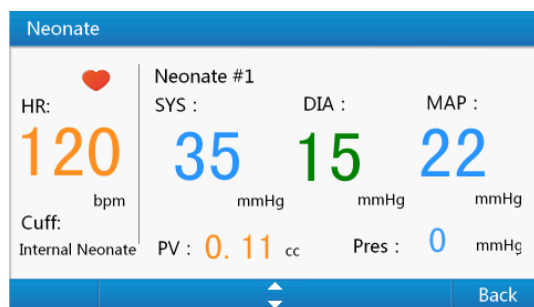

Figura 20 Interfaccia di simulazione della BP del neonato
- 1) Selezionare **“Neonate”** (Neonato) all'interno di **“BP Simulation Menu”** o utilizzare il tasto numerico **“8”** per accedere all'interfaccia di simulazione della BP del neonato mostrata nella Figura 20.